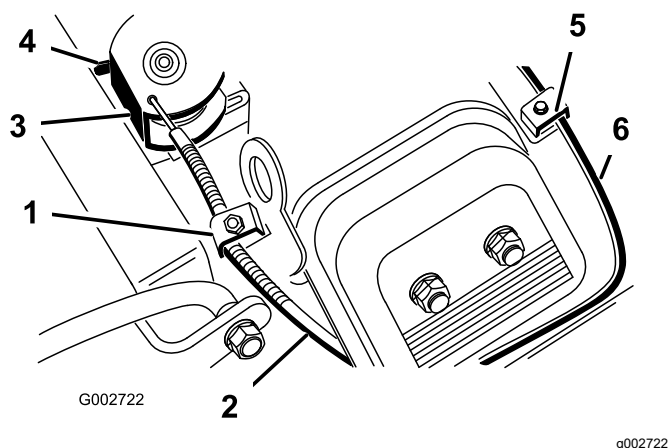

Рисунок 40
2. Ослабьте винт зажима тросика дроссельной заслонки, который крепит тросик к двигателю (Рисунок 40).
4. Сильно потяните за тросик дроссельной заслонки, чтобы задняя часть шарнира коснулась упора (Рисунок 40).
2. Ослабьте винт зажима тросика воздушной заслонки, который крепит тросик к двигателю (Рисунок 40).
4. Сильно потяните за тросик воздушной заслонки (Рисунок 40), чтобы ее дроссель полностью закрылся; затем затяните винт зажима тросика.